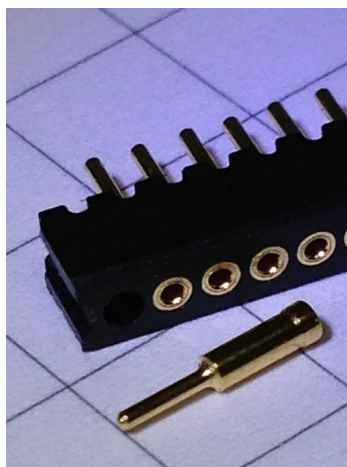
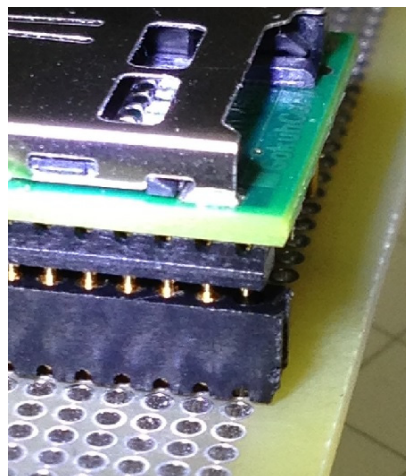

図 10.1
図 10.2
- ・ 図 10.1 は、添付されるの MAC8 の OQ-11-5-12P ソケットから 1pin を取り外した写真です。取り外しは、ラジオペンチの先で pin 先を挿入方向に沿って押すと簡単に外せます。
- ・ 取り外した OQ-11-5-12P ソケットを、取り外した側を前面にして実装します。(図 10-2)
- ・ ソケットに uSDCONF1A を実装すると、前面側の手前の pin(図 10.2 の写真では PIN24)が、図 10.1 でピンを抜いたモールドの穴部分に隠れ、静電気や外圧から守られます。